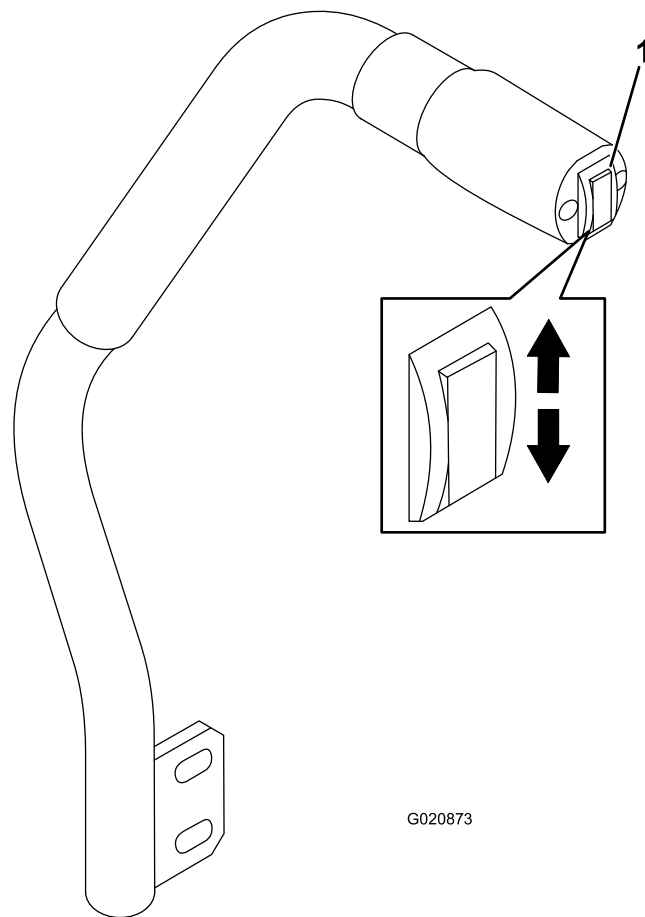

Figure 19
La commande de relevage du tablier de coupe permet de relever et d'abaisser le tablier de coupe (Figure 19).
- Pour abaisser le tablier de coupe, appuyez sur le bas de la commande (Figure 19).
- Pour relever le tablier de coupe, appuyez sur le haut de la commande (Figure 19).
1. Lorsque le moteur tourne, repoussez la commande de levage du tablier de coupe vers le haut jusqu'à ce que le tablier soit complètement levé puis **relâchez immédiatement la commande** (Figure 19).